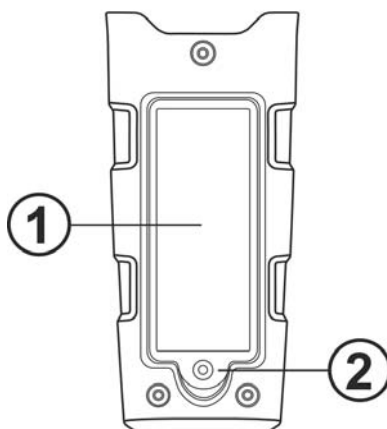

Fig. 5: Substituição das baterias
2. Desapertar o parafuso de fixação (ver Fig. 5 – parte 2) da cobertura do alojamento da bateria (ver Fig. 5 – parte 1), remover a referida cobertura e retirar as baterias.